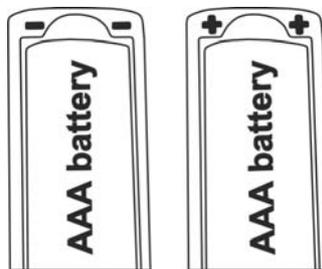

Fig. 6: Inserimento batterie
2. Rimuovere le batterie scariche, inserirne altrettante dello stesso tipo (vedere § 7.2) rispettando le polarità indicate (vedere Fig. 6), reinserire il pacco batterie e avvitare il coperchio del vano batteria